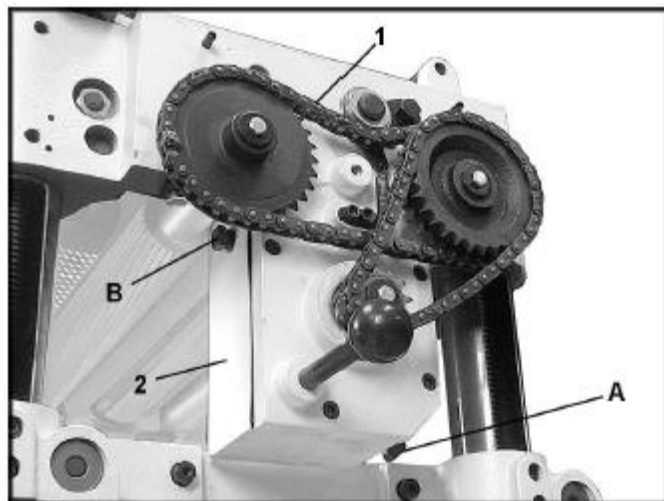

Рис. 33
1. Вывернуть сливную пробку (А, рис. 33) ключом на 14 мм. Полностью слить загрязнённое масло.
2. Ввернуть и затянуть сливную пробку (А, рис. 33).
3. Отвернуть пробку заливного отверстия (В, рис. 33) и залить чистое масло в отверстие. Заливать до тех пор, пока масло не достигнет верха отверстия заливной пробки, уровень масла будет при этом правильный.
4. Ввернуть и затянуть пробку заливного отверстия (В, рис. 33).